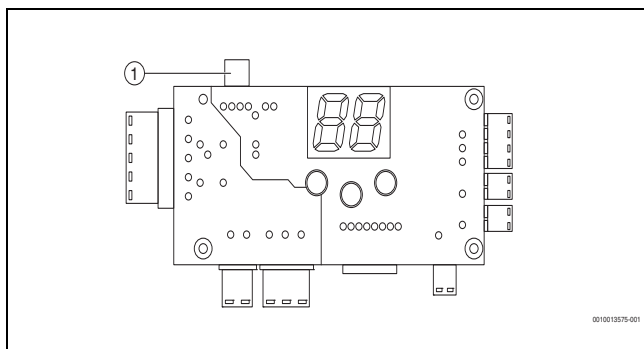
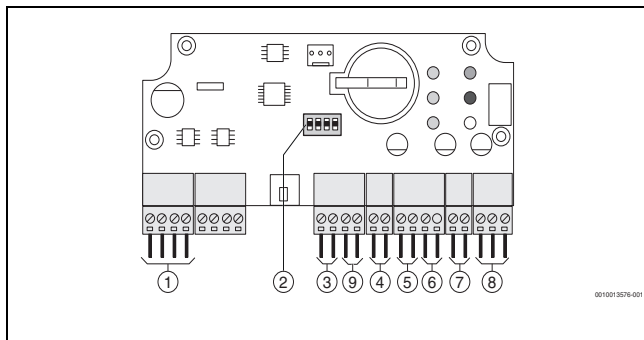

Рис. 3 Контакт D блока управления котла
Рис. 4 Контакты модуля EKR
- ▶ Подсоедините систему управления котла (контакт D → рис. 3) кабелем передачи данных к отмеченным клеммам модуля EKR (контакты J1 → рис. 4, [1]). Кабель передачи данных входит в комплект поставки.
- контакты V7 (NC), V8 (COM), V9 (NO) - сигналы неисправности котла